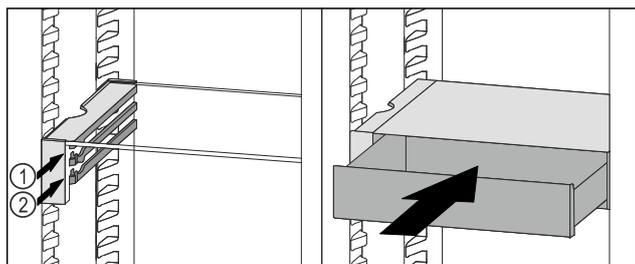

Fig. 59
- Posizionare il cassetto VarioSafe dietro i tappi sulla nervatura desiderata Fig. 59 (1) o Fig. 59 (2).